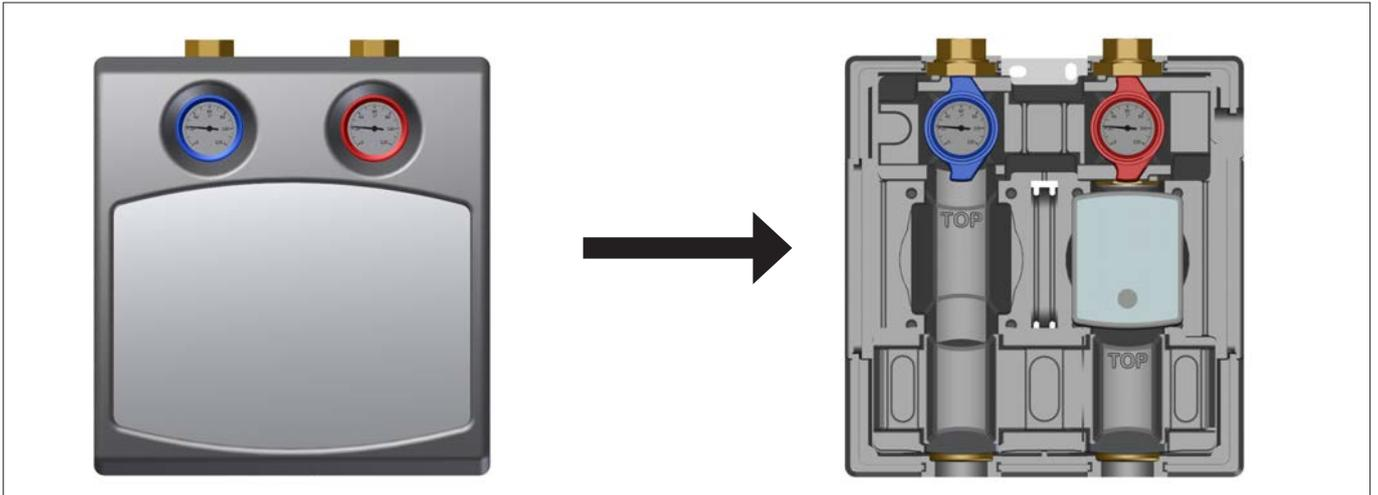

Abb. 5: Verkleidung demontieren (dargestellt am Typ 8130)
- Demontieren Sie die vordere Verkleidung der Pumpengruppe (siehe Abb. 5 auf Seite 9).